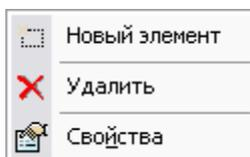

Рис. 78
1. В окне таблицы **Элементы** щелкните правой клавишей мыши и в появившемся контекстном меню выберите пункт **Новый элемент** (Рис. 78) или нажмите на кнопку  панели инструментов (Рис. 77).